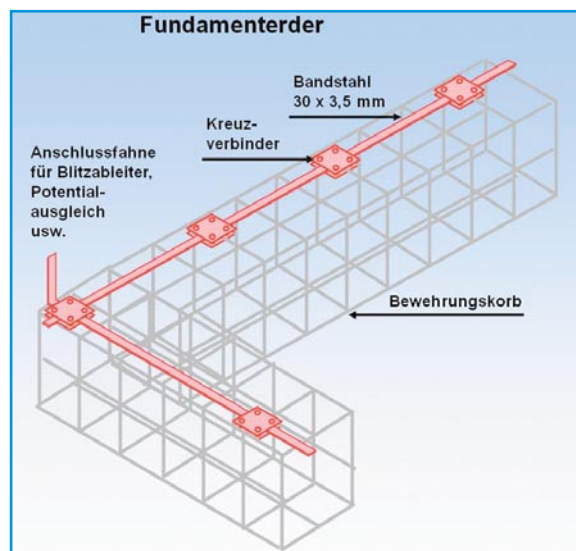

Bild 25: Die Armierung des Betonfundaments dient der Festigkeit und ist zugleich ein hervorragender Erder.
- geeignete korrosionsgeschützte metallene Leiter im Gebäudefundament (Fundamenterder, Abbildung 25)